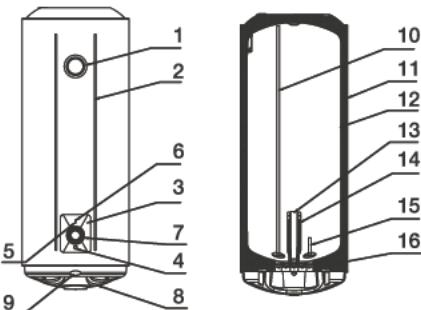

Рис. 1
1. Водонагреватели этой серии оснащены одним электрическим нагревательным элементом и могут работать в режиме полной или половинной мощности соответственно 1500 Вт или 750 Вт (водонагреватели емкостью 150 л в режиме мощности 2400 Вт или 1200 Вт). После подключения к источнику питания начнется нагрев в режиме 750 Вт (1200 Вт). Когда горит индикатор «Full power», значит включен режим полной мощности. Режим мощности регулируется нажатием кнопки «P» (рис. 1, п.4), одновременно будут гореть лампочка нагрева (рис. 1, п 5) и индикатор полной мощности (рис. 1, п 6).
2. Режим половинной мощности выполняет нагрев в режиме энергосбережения; функция быстрого нагрева осуществляется в режиме полной мощности. С помощью ручки регулятора нагрева (рис. 1, п 7) установите требуемый уровень нагрева воды в диапазоне от min до max. Степень нагрева воды будет отображаться на шкале термометра (рис. 1, п 1). Режим «ECO» – экономичный режим, на шкале нагрева соответствует температуре 50-55°C. Нагрев воды отключается автоматически и включается для подогрева автоматически.